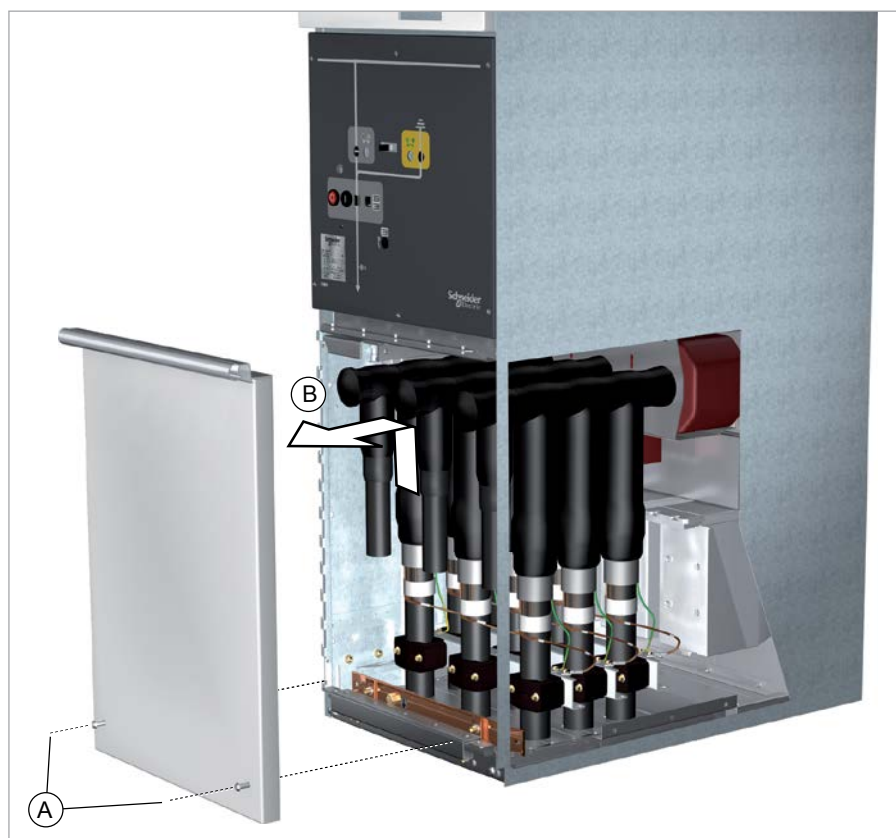

Fig. 19
Ces variantes ne possèdent pas de capot de protection de compartiment de câbles associé à un verrouillage. Dans ces cellules, le panneau boulonné d'accès au compartiment des câbles est fixé par les deux vis de fixation frontales (voir Fig. 19, pos. A). Dévisser ces deux vis et soulever et retirer le panneau boulonné d'accès au compartiment des câbles (voir Fig. 19, pos. B).
2. Fixer le panneau boulonné d'accès au compartiment des câbles dans le bas avec deux vis, Fig. 19, pos. A.